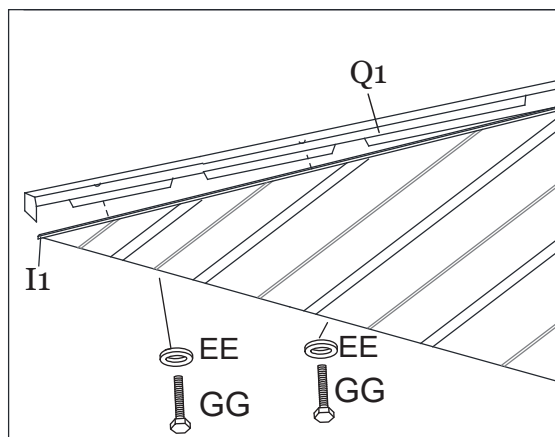

Figure 17-1
17.1. Fixez la garniture d'angle du toit principal (Q1) au support d'angle du toit principal (H) à l'aide des boulons (GG) et de la rondelle (EE). Répétez l'opération pour tous les angles. Serrez tous les boulons. Voir les figures 17.1 à 17.3.